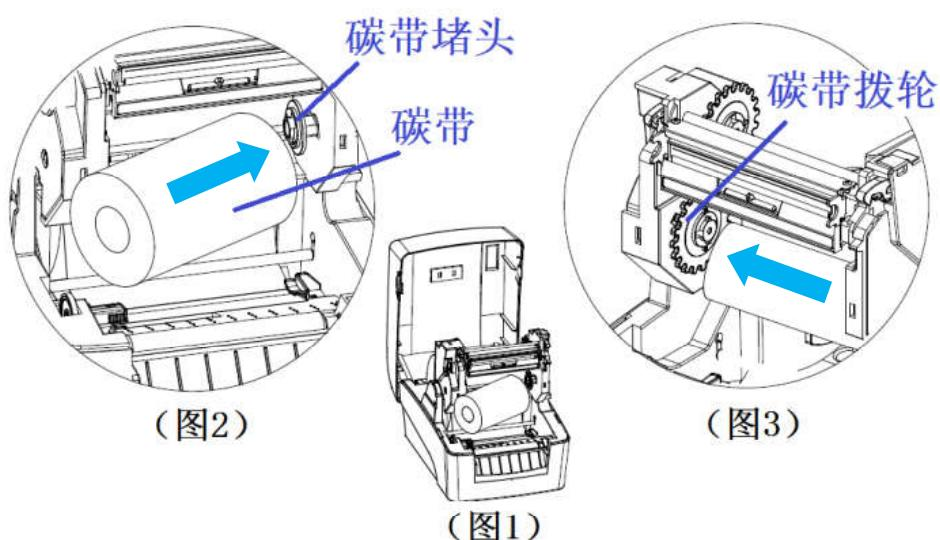

图 2.3.1
- ① 若碳带轴内径为 12.7mm（1/2 吋）操作方法如图 2.3.1 所示（请注意安装方向），首先将碳带支撑架旋转打开至图 1 所示位置，将碳带按图 2 所示方向插入碳带堵头内，按图 3 所示将碳带另一端插入碳带拨轮内，向外轻拉碳带，感觉到存在弹性回收力，说明发放轴碳带安装完毕（见图 2.3.1）；